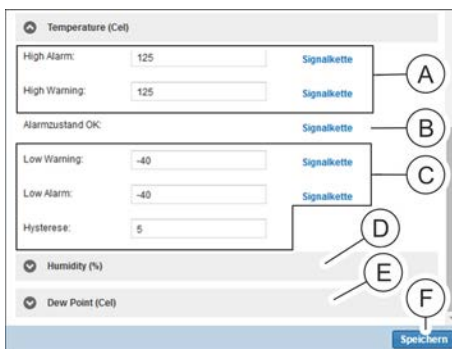

Abb. 196: Detailansicht (Teil 2/2)
8. Im Bereich „Temperature (Cel)“ einen Wert für „High Alarm“ und „High Warning“ eingeben (Abb. 196/Ⓐ) und eine Signalkette zuweisen (analog zu Schritt 6 und 7).
9. Im Bereich „Temperature (Cel)“ dem Parameter „Alarmzustand OK“ (Abb. 196/Ⓑ) bei Bedarf eine Signalkette zuweisen (analog zu Schritt 6 und 7).
10. Im Bereich „Temperature (Cel)“ einen Wert für „Low Warning“, „Low Alarm“ und „Hysterese“ eingeben (Abb. 196/Ⓒ) und bei Bedarf eine Signalkette zuweisen (analog zu Schritt 6 und 7).
11. Schritte 8 – 10 für den Bereich „Humidity (%)“ wiederholen (Abb. 196/Ⓓ).
12. Schritte 8 – 10 für den Bereich „Dew Point (Cel)“ wiederholen (Abb. 196/Ⓔ).
13. Auswahl über die Schaltfläche „Speichern“ (Abb. 196/Ⓕ) bestätigen.